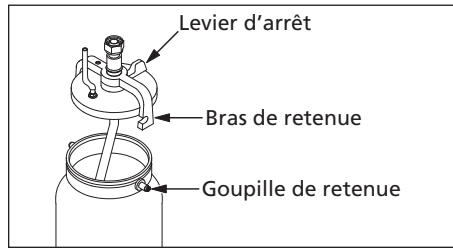

Figure 7 - Verrouiller le godet
5. Déplacer le levier d'arrêt au sens des aiguilles d'une montre à la position verrouillée. (Voir Figure 7).